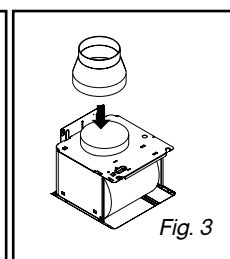

Fig. 3
– In caso di condotto con diametro 125 mm, utilizzare l'adattatore in dotazione (Fig. 3). Se il condotto esterno è inferiore a 125 mm, è obbligatorio collegare la cappa in modalità ricircolo interno.